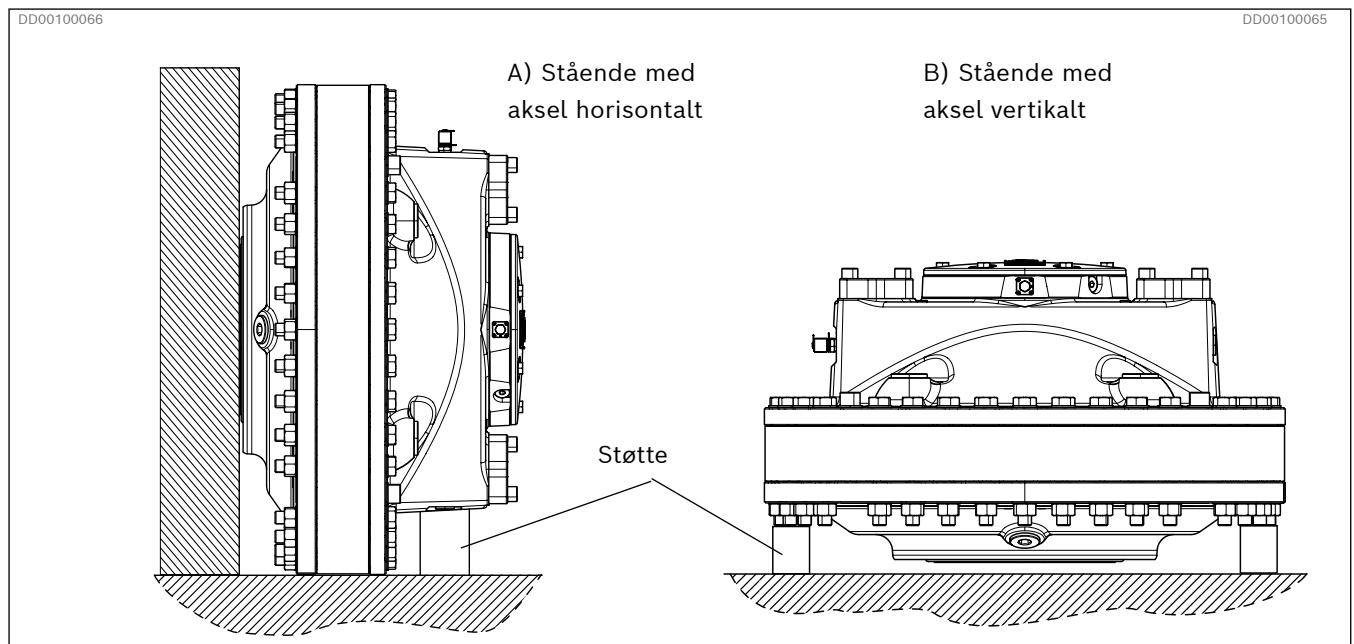

Fig. 10: CB-motor stående på et flat underlag (eksempel)
- Vi anbefaler også at man sørger for støtter på motorens festeflate, se Fig. 10.
Hvis motoren er plassert på et flatt underlag, f.eks. et gulv, må den stå enten på ytre diameter eller på den hule akselens endeflate. Vi anbefaler også at man sørger for støtter som vist på Fig. 10.
- 1 Plasser motoren som vist på Fig. 10, B) Stående med aksel vertikalt.
- 5 Plasser motoren som vist på Fig. 10, A) Stående med aksel horisontalt alt. B) Stående med aksel vertikalt.